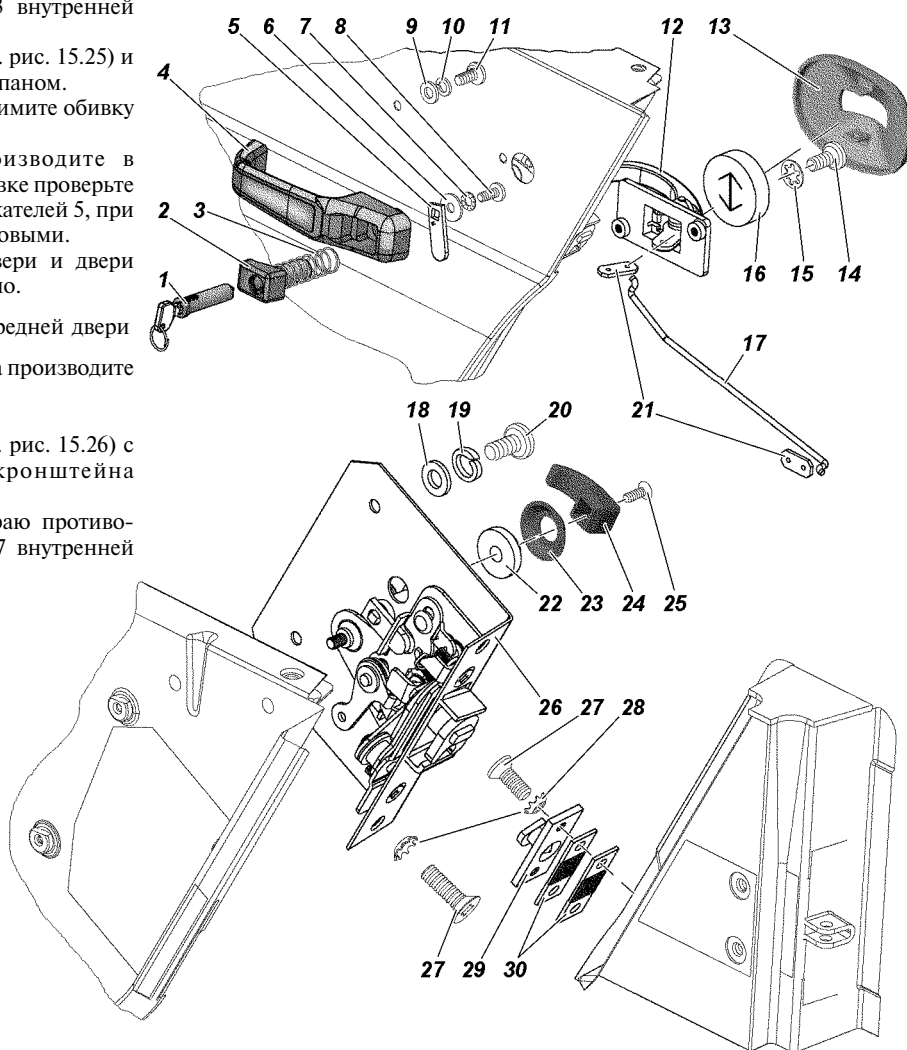

Рис. 15.26. Замок и ручки двери:
1. Отверните винт 25 (рис. 15.26) крепления ручки 24 внутренней блокировки и снимите с оси ручку, розетку 23 и прокладку 22 ручки.
2. Отверните винты 14 (см. рис. 15.26) с шайбами 15 крепления кронштейна внутренней ручки.